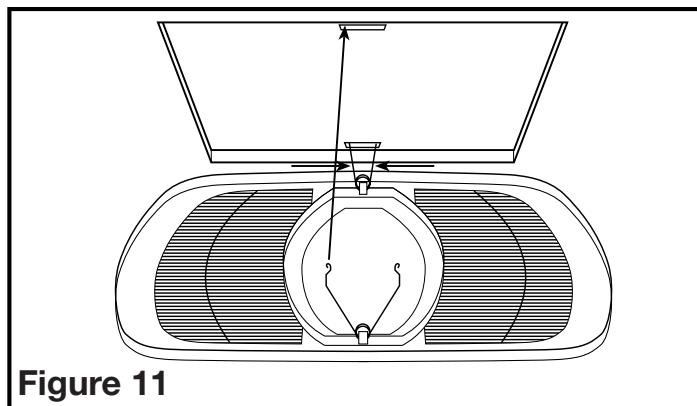

Figure 11
4. Installer la grille en pressant ensemble les deux extrémités des ressorts et en les installant dans les fentes du châssis du ventilateur. Pousser la grille en position (**Figure 11**).
3. **Remplacement de l'ampoule :** débrancher l'alimentation de l'unité. Enlever la grille en la tirant vers le bas et en pressant ensemble les ressorts de la grille pour dégager le bâti (**Figure 11**).